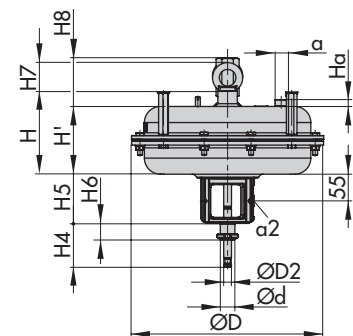

Bild 23: Typ 3277 mit Hubbegrenzung
1) beidseitige Hubbegrenzung vgl. Bild 23